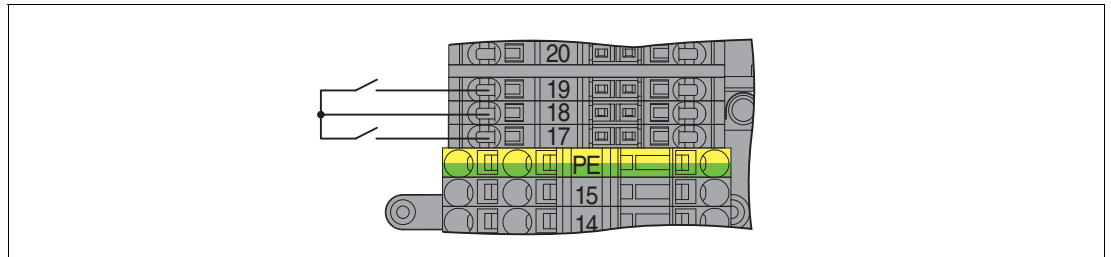

Abbildung 4.6 Anschluss der Ausgangsabschaltung
- Um die busunabhängige Ausgangsabschaltung der E/A-Module auf den Steckplätzen 1 bis 10 zu benutzen, ersetzen Sie die Steckbrücke 18/19 durch einen externen, potenzialfreien Kontakt, siehe Abbildung 4.6.
- Um die busunabhängige Ausgangsabschaltung der E/A-Module auf den Steckplätzen 11 bis 20 (nicht bei FB9261BP10220.*) zu benutzen, ersetzen Sie die Steckbrücke 17/18 durch einen externen, potenzialfreien Kontakt, siehe Abbildung 4.6.